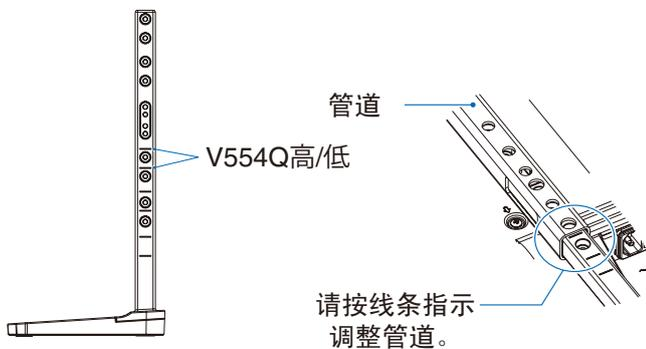

图 3
3. 旋开已安装的螺丝 (图 1)，将附带的插槽盖向右滑 (图 2) 再向上移 (图 3)，可将其拆下。
1. 立柱上的线条是高度调整指示线（图 3）。请按线条指示调整管道。